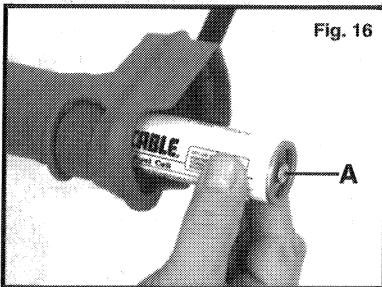

Fig. 16
- Faire glisser la cartouche de gaz dans la poignée (voir fig. 16). **NOTA** : Une des extrémités de la cartouche de gaz est munie d'une vanne de distribution (A) fig. 16. Cette vanne DOIT être tournée vers le détendeur.